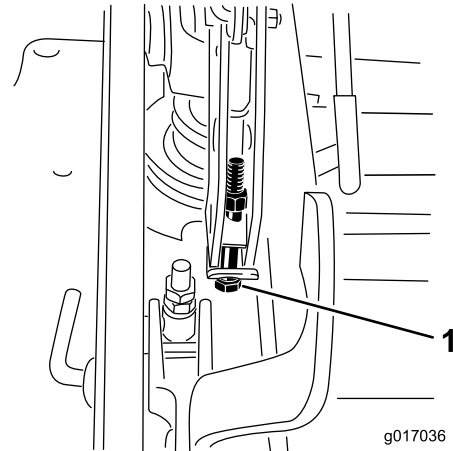

**Figura 74**
12. Para ajustar el sistema de ajuste de un solo punto, afloje los 2 pernos situados cerca del borde inferior de la pletina de altura de corte (Figura 74).
14. Apriete los 2 pernos en el borde inferior de la pletina de altura de corte (Figura 74). T